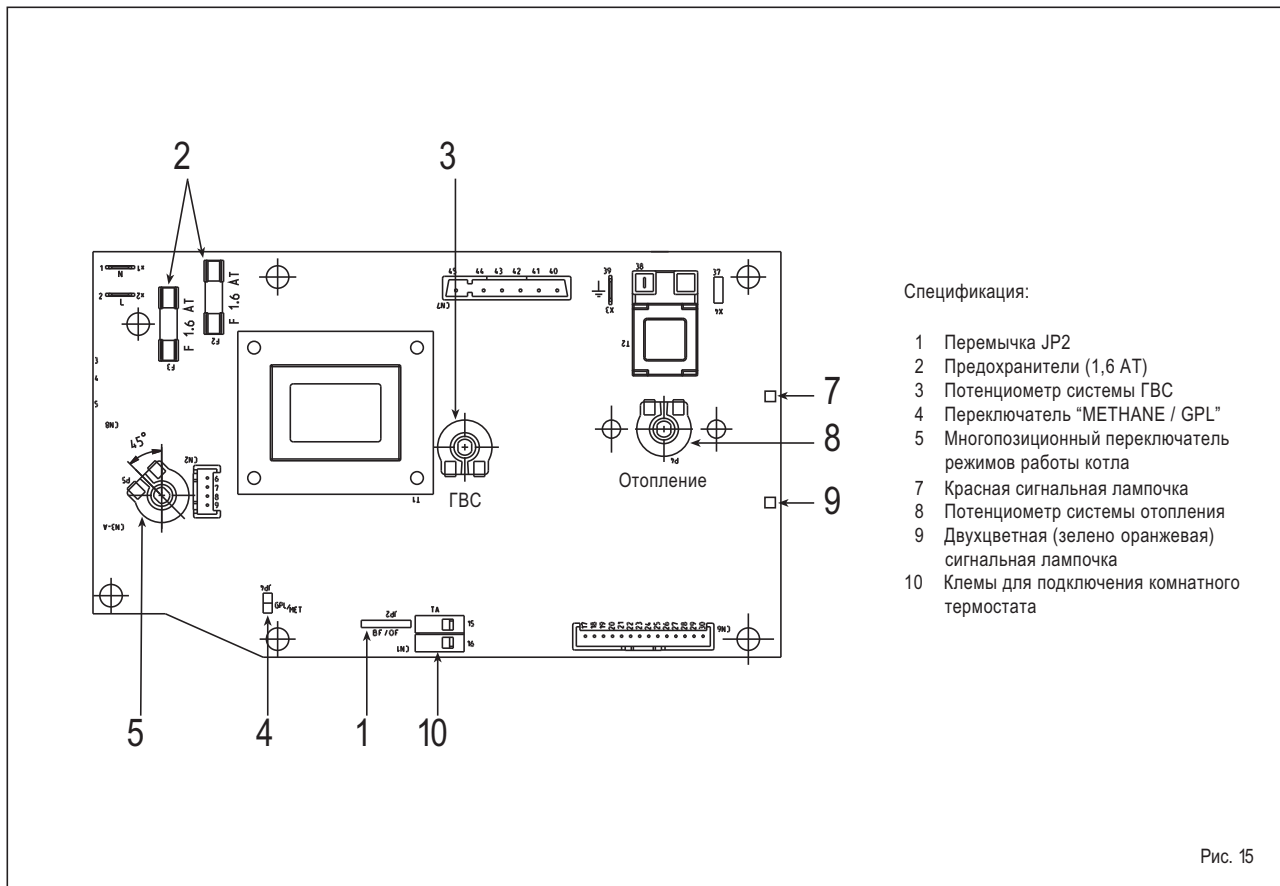

Рис. 15
Электронная плата снабжена следующими механизмами (рис.15):
- 3) Замените форсунки (6) на поставляемые в комплекте для замены, предварительно установив уплотнительное кольцо (4). Используйте для этих операций гаечный ключ $\varnothing 7$ мм.
- 4) переставьте перемычку "METANO/GPL" (4 рис. 15) так, чтобы замкнуть оба контакта (положение "GPL"),